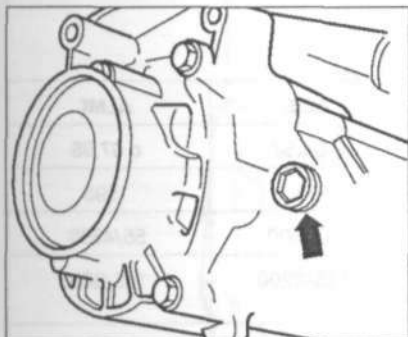

Рис. 2.25. Выкрутите заливную пробку (стрелка).
2. Выкрутите заливную пробку (стрелка) (рис. 2.25).